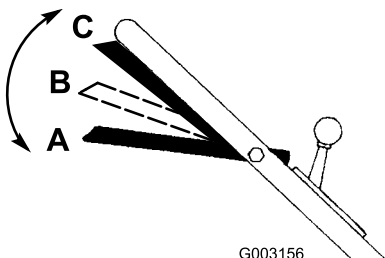

Figure 14
1. Placez la barre de commande de la lame en position A (Figure 14).
2. Poussez la barre de commande vers la droite et relevez-la à la position B pour embrayer la lame (Figure 14).
3. Serrez la barre de commande contre le guidon à la position C pour avancer (Figure 14).